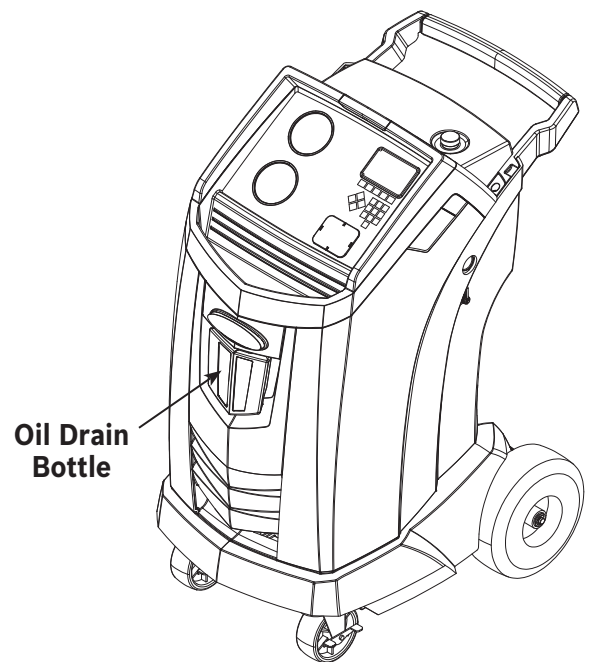

Figura 4
3. Remova o frasco de drenagem de óleo (consulte a Figura 4) da máquina Robinair. Esvazie o frasco de óleo e descarte o óleo de acordo com os regulamentos aplicáveis. Reinstale o frasco de drenagem de óleo na máquina.